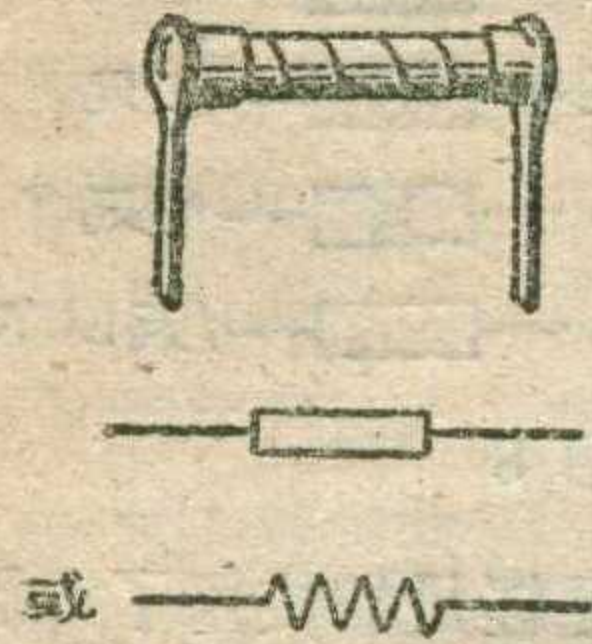

图 2
2. 碳膜电阻 碳膜电阻是一种质量较好的碳质电阻，它的性能稳定，不仅可作为一般用途的电阻使用，也适合在高级收音机和精密仪器设备里应用。这种电阻的制造方法是把碳氢化合物的蒸气在高热和高真空下分解成为碳分子，并沉积结晶在瓷棒或瓷管的周围表面上，形成一个圆筒形的碳膜。此碳膜就用作电阻的导电成分。它的阻值的大小由蒸气压力、温度和沉积时间的长短来决定。圆筒形碳膜制成后，沿瓷管外圈刻一螺旋形的沟槽，使刻有槽纹部分的碳膜被切去，因而把原来的圆筒形的碳膜层切成为绕在瓷管上的一条螺旋形碳膜带，其实物如图2所示。刻槽的作用一方面使碳膜的有效长度增加，宽度减小，用来获得较高的阻值，另一方面也是为了用刻槽的方式来得到不同的阻值，从而制成不同阻值的电阻。刻好槽纹的电阻外面涂有一层保护漆。这种电阻的阻值、误差范围和功率等一般都直接用数字标明，不用颜色标志。
在用光控制时，可以把图2的光导管(光敏电阻)接到图1中1、2两点。当有光线射到光导管上时，改变它的电阻大小，从而减小电子管的栅负压，屏流产生，使继电器 R_{r1} 动作。